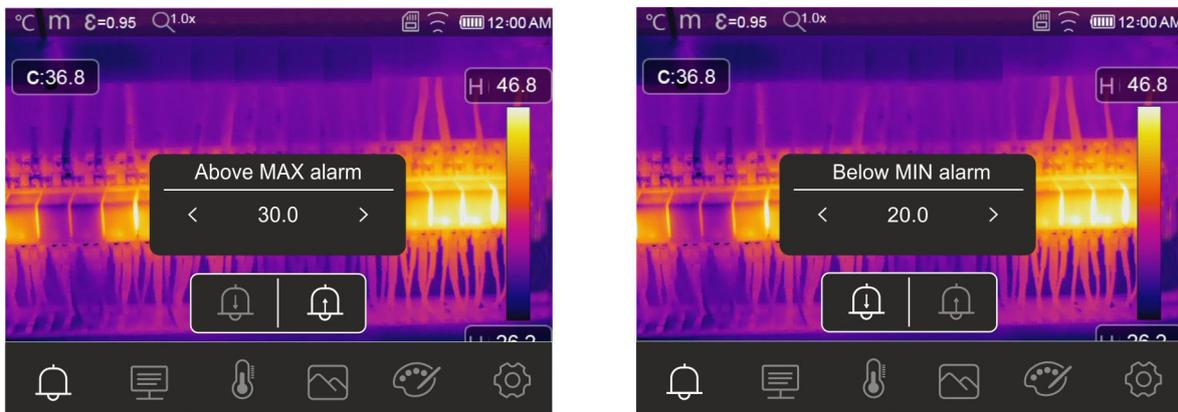

Abb. 45: Einstellung der Schwellenwerte bei Alarmen
3. Berühren Sie das Symbol "🔔", um den mit dem Alarm assoziierten Wert der **hohen** Schwelle zu definieren. Die Bildschirmseite in Abb. 45 – linke Seite erscheint im Display.
5. Berühren Sie das Symbol "🔔", um den mit dem Alarm assoziierten Wert der **niedrigen** Schwelle zu definieren. Die Bildschirmseite in Abb. 45 – rechte Seite erscheint im Display.